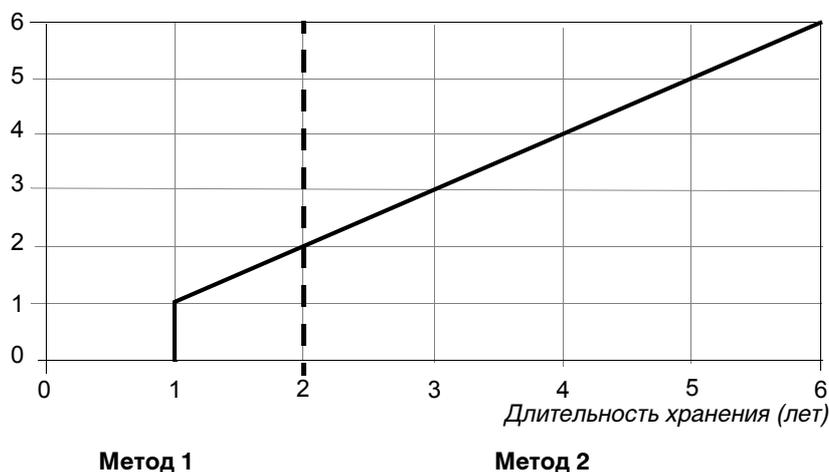

Рис. 5-1. Время формовки конденсаторов по методу 1 и методу 2
Включите питание преобразователя на время, определенное из рис. 5-1 (Метод 1). Преобразователь сам восстановит конденсаторы. Для поддержания конденсаторов в рабочем состоянии включайте преобразователь не реже, чем раз в год.
**Метод 2А** Формовка конденсаторов осуществляется путем подключения выпрямителя и резистора к схеме постоянного тока преобразователя. Ниже приведена схема формовки и величины компонентов для различных напряжений. Время формовки определяется из рис. 5-1.
**Метод 2Б** Формовка конденсаторов выполняется с помощью блока питания постоянного тока, подключенного к схеме постоянного тока преобразователя. Выходной ток блока питания заряжает конденсаторы преобразователя. Если блок питания не имеет схемы ограничения выходного тока, напряжение следует увеличивать постепенно (например, ступеньками по 100 В). Рекомендуемый максимальный ток формовки равен 500 мА. Оптимальное напряжение формовки составляет  $(1,35... \sqrt{2}) \cdot U_1$ . Схема формовки приведена на рисунке. Время формовки определяется из рис. 5-1.